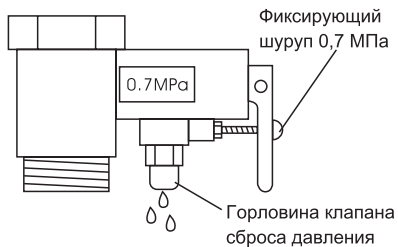
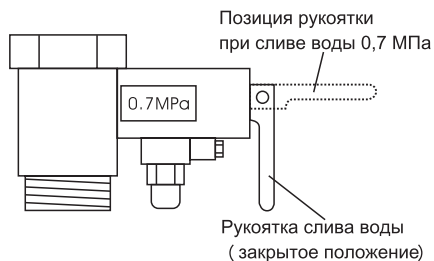
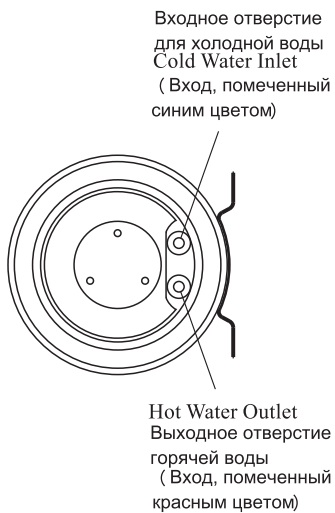

Рис. 1
Рис. 2
Рис. 3
5. ПОДКЛЮЧЕНИЕ БОЙЛЕРА К ВОДОПРОВОДНОЙ СЕТИ (рис.1)
Выключатель монтируется за пределами душевого помещения ванной комнаты. Выключатель должен одновременно разъединять полюсы L и N на рис. 2 и рис. 3, и иметь контактный промежуток не менее 3 мм, в соответствие с EN 60335-2-21 и EN 60335-1.
- Для правильной установки См . Рис. 3, Рис. 4, Рис. 5, Рис. 6.
Если Вам необходимо освободить бак от воды, закройте заслонку клапана для входа воды и откройте клапан для выхода воды. Затем снимите фиксирующие шурупы на клапане безопасности с помощью инструментов. Поднимите вверх пластиковую рукоятку. Дайте воде свободно вытечь из бака. См. Рис. 1 и Рис. 2.